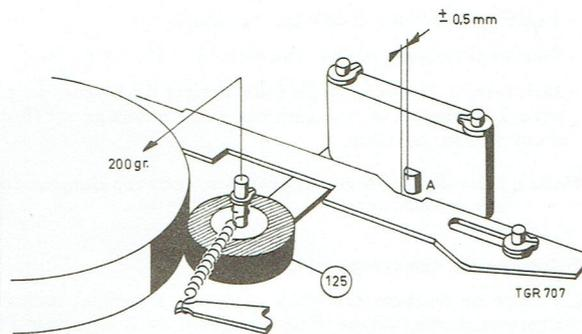

Fig. 13.
**Réglage lors du bobinage, voir la figure 13.**